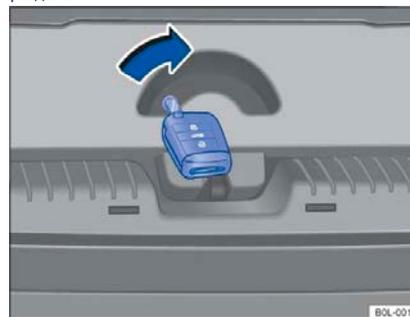

Рисунок 50 Внутри багажника: отпирание замка двери багажника
- Вставьте головку ключа в круглую прорезь в замке двери багажника, нажмите на рычаг отпирания в направлении стрелки → рис. 50, и толкните дверь багажника наружу, пока она не откроется.